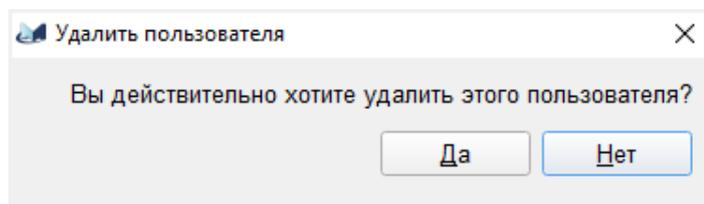

Рис. 9
3.4.6.1. Удаление возможно только для дополнительных пользователей. Встроенных пользователей удалять запрещено. Подтверждение удаления пользователя показано на рис. 9.